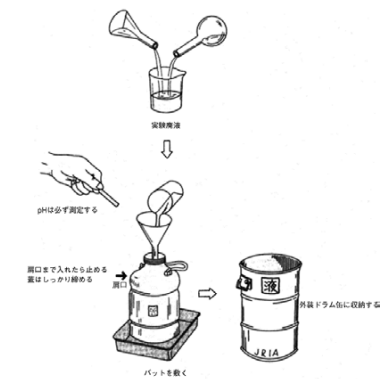

図4 放射性廃棄物の分類法
- (1) 入室後、履物、白衣、コート類を脱ぎ、備え付けの履物入れ、ハンガーに衣類を整理し、管理区域内に入ったら、放射線研究室専用の黄色スリッパに履きかえ（素足での入室は避け、必ず靴下を着用すること）、RI専用実験黄衣に着替える。その際、個人線量計等の外部被ばく線量測定器具を所定の部位（男性は胸部、女性は腹部）に必ず付けてから作業を始める。さらに、各実験室に移動可能な空気中放射能モニターが設置されているので、作業時にはモニターの電源コードと記録用ジャックを差し込み、電源スイッチを入れてから作業を始める。異常な空気中放射能が検知された場合には、警報がでるので直ちに作業を中止し、原因を確かめるとともに、上記と同様の処置を講じる。
- (2) 実験台の上はポリエチレンろ紙で覆い、実際の作業は出来るだけポリエチレンろ紙を敷いたプラスチック製バットの中で行うように心掛ける。液シンカクテル等で汚した場合には貼り替える。ポリエチレンろ紙は入口右側の管理室においてある。必要以上に他の場所に持たさないようにすること。ポリエチレンろ紙は速やかに貼り替えられるようにビニールテープ等でとめる。
- (3) 気体、揮発性物質、又は微粉状試料の使用に際しては、必ずドラフトを使用する。
- (4) 実験中に生じる RI 廃棄物は必ず表 14 および図 4 にしたがって、分別して透明ビニール袋に集め、廃棄物保管室の保管容器に分別して廃棄する。その際、必ず使用者氏名、使用責任者名、所属、核種、汚染程度、日付等を汚染検査室のコンピューター端末に記録する。
- (5) 実験終了後は必ずサーベイメーターで実験台及び器具の汚染を検査し、もし、汚染を発見した場合には直ちに他に汚染が広がっていないか確認すると同時に指導教員ならびに管理責任者に連絡をとり、その指示に従う。実験中にもスミヤ法等により随時サーベイを行い、汚染が発見された場合、又は汚染が危惧される場合には、その時点で使用を停止する。当事者が除染を完了又は汚染拡散防止をほどこし、管理責任者が確認した後に、使用の再開が許可される。
- (6) 放射線研究室内では内部被ばく（RI を体内に摂取してしまい内部から被ばくすること）のおそれのある以下の行為は禁止されている。
- (7) RI の外部放射線量が許容量の限界に近いか、あるいは生物的親和性の高い核種（ ^{125}I など）を使用する実験計画の場合は、必ず指導教員の指導のもとに実施し、遮へい、被ばく線量の制限（作業時間の制限）などの措置を確認する（被ばくを最小限にするための原則は遮へい、距離、時間をコントロールすることである）。
- (8) 器材・器具、機器等を放射線研究室内へ持込む場合には、事前に関係者と相談し、出来る限り施設内への持込みを避ける。持込んだ器材・器具、機器に関しては所属、連絡先、担当者が判るようにラベルに明記し貼付する。また、施設内で使用した器材・器具等の施設外への搬出は十分な汚染除去作業を行い、表面汚染密度限度以下であることを管理者が確認した後、搬出する。汚染した器具は乾燥しないように直ちに水（汚染除去用洗浄液）に浸す。洗浄の際はキャリアーとして非放射性の同一物質を加えることが常法となっている。
実験中に生じた上記のRI廃棄物は必ず、表14および図4に従って分別して透明ビニール袋に集め、廃棄物保管室の保管容器に分別して廃棄する。その際、必ず使用者氏名、管理責任者名、所属、核種、汚染程度、日付等を汚染検査室のコンピューター端末に記録する。プラスチック類、ガラス、アルミホイル等の金属類等の難燃物・不燃物については、実験を実施する時から分別廃棄を心掛けて行う。